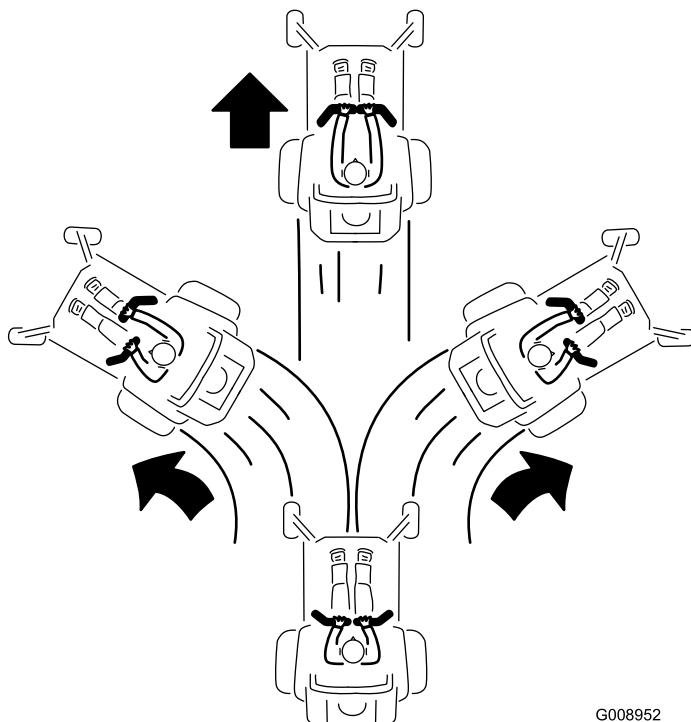

Figura 24
- Para ir hacia adelante, empuje lentamente las palancas de control de movimiento hacia adelante (Figura 24).